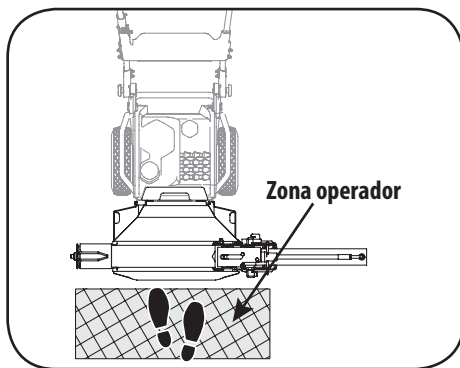

Figura 2-1
6. Siempre opere esta máquina en la zona del operador. Vea la Figura 2-1.